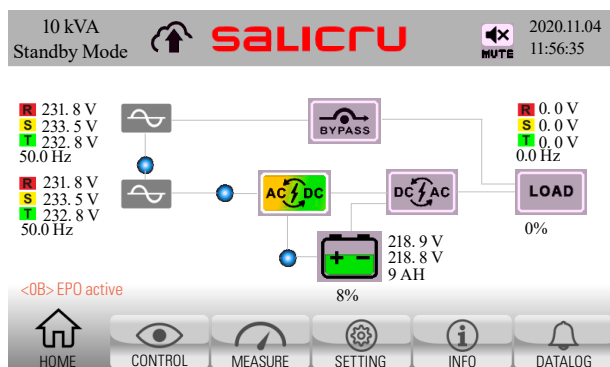

Fig. 59. Écran principal avec arrêt d'urgence EPO activé. Il n'y a pas de tension de sortie.
2. Une nouvelle alarme apparaît sur le panneau de commande <OB> EPO active (EPO activé), et l'équipement passe automatiquement en mode attente (Fig. 59).